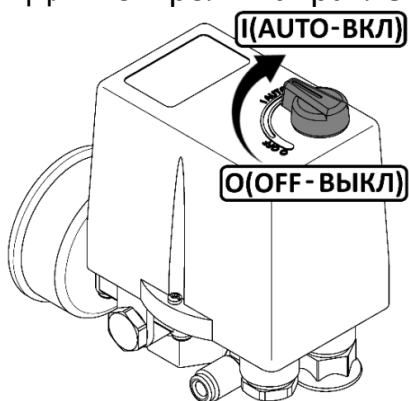

Рисунок 5
- Проверьте, чтобы выключатель на прессостате находился в выключенном положении "OFF" (см. рисунок 5).